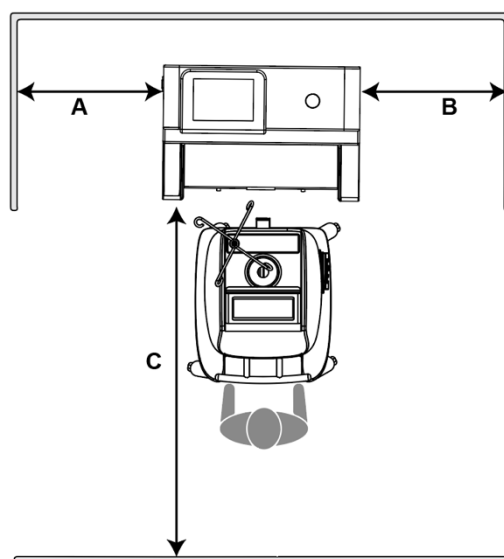

Figure 5 Exigences minimales en matière de surface au sol
- Le docker est installé dans un placard utilitaire ou une zone d'élimination où l'alimentation électrique, l'alimentation en eau et le drain d'évacuation des déchets liquides sont disponibles. L'établissement de santé est responsable de la préparation du site d'installation et de la disponibilité des installations publiques. Voir la section Spécifications pour les exigences en matière d'alimentation électrique, d'eau et de drainage. Assurez-vous que la zone d'installation répond aux exigences des installations publiques et d'espace (Figure 5).